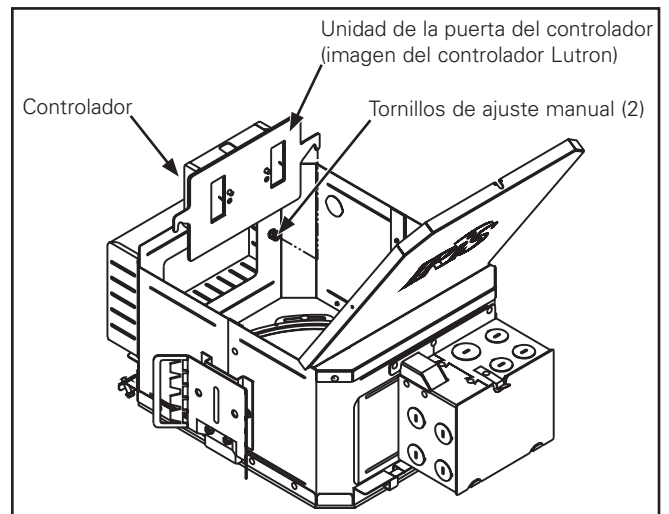

Figura 25.
- Afloje los dos tornillos manuales que sujetan la unidad de la puerta del controlador en la pared del alojamiento (Figura 25). Los tornillos de ajuste manual están fijos, pero no ejerza demasiada torsión sobre ellos.